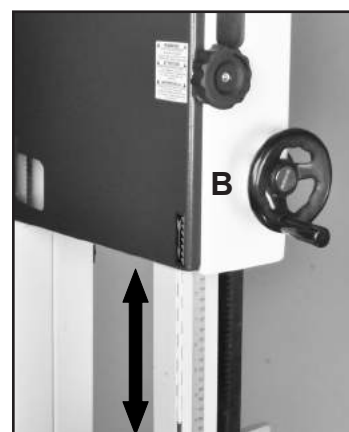

FIGURE 29
1. Desserrez le bouton de verrouillage du poteau de guidage (#1C, Fig. 30A) et tournez la poignée du poteau de guidage (#38C, Fig. 29, B) pour soulever ou abaisser le poteau de guidage et le guide supérieur de lame à la hauteur désirée. Une échelle de mesure est disponible sur le côté droit du poteau de guidage pour une référence rapide sur la hauteur des roulements du guide au-dessus de la surface de la table.